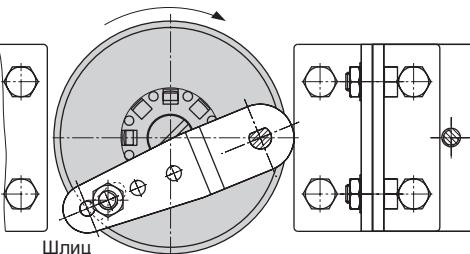

Рис. 21: Монтаж на поворотных приводах
- См. Рис. 21
**Условные обозначения для Рис. 20 и Рис. 21**